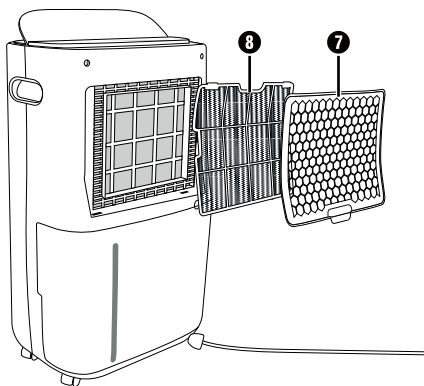

Abb. 6
- ◆ Der Einbau erfolgt in umgekehrter Reihenfolge (siehe Abb. 6). Schieben Sie den Luftfilter **8** erst unter die beiden oberen Haltenasen des Lufteinlassgitters **7** und dann unter die unteren Haltenasen.